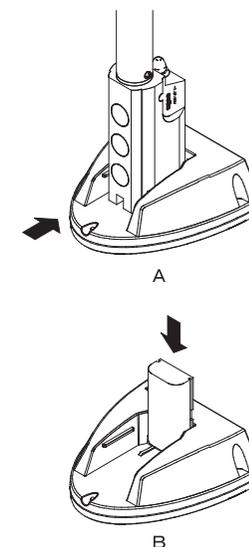

図4. 充電方法
2. バッテリーを差し込んだライトを充電する場合は図4のAのように矢印の方向にライトを充電器に差し込んでください。バッテリーを充電する場合は図4のBのように矢印の方向に充電器に差し込んでください。